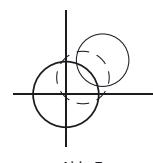

Abb. 7
- c) Eliminieren Sie die Hälfte des Fehlers mit den Fußschrauben an der Dosenlibelle (Abb.7).
#### d) Eliminieren Sie die andere Hälfte des Fehlers mit den Justierschrauben (Abb.7).